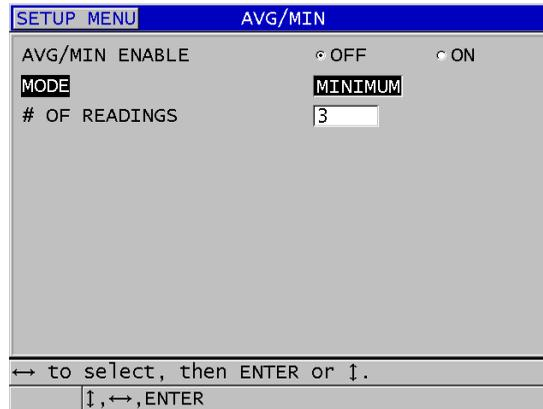

Abbildung 10-16 Dialogfeld AVG/MIN
3. Verfahren Sie im Fenster **AVG/MIN** (siehe Abbildung 10-16 auf Seite 177) wie folgt: